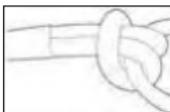

Abb. 1: Ankerstich an Einbindeöse,
Bei der Verwendung dieses Systems mit einem Gurt nach EN 12277 ist das Verbindungsmittel an der Einbindeöse des Gurtes durch eine geeignete Verbindungstechnik, wie z.B. Ankerstich (siehe Abb. 1) oder Karabiner nach EN 362, zu befestigen. Bei der Verwendung dieses Systems mit einem Auffanggurt nach EN 361 erfolgt das sichere Verbinden an den Auffangösen (A), die ggf. zur Anwendung kommenden einzelnen Verbindungslementen (Karabiner) müssen der EN 362 entsprechen und werden an diesen (A) befestigt.